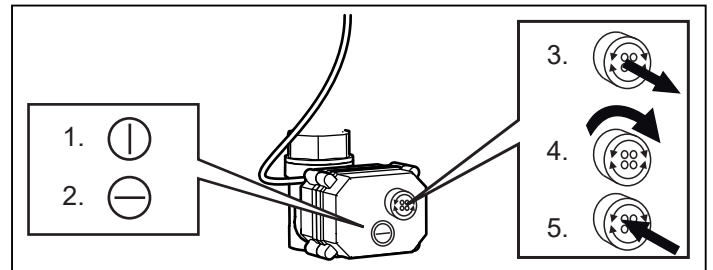

Figure 18 :
4. Tirez sur le bouton du robinet à boisseau sphérique et tournez-le jusqu'à ce que l'indicateur indique la position ouverte. Voir la figure 18.